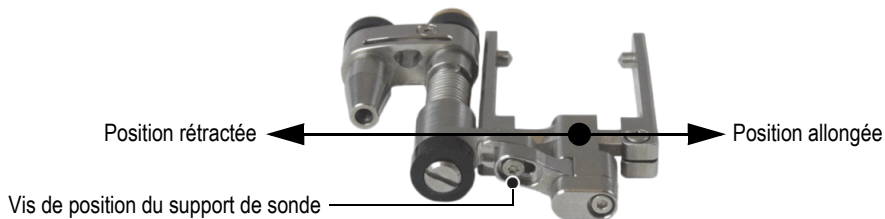

Figure 2-12 Réglage de la position du support de sonde
5. Configurez le support de sonde (voir la Figure 2-12 à la page 43) de la façon suivante :